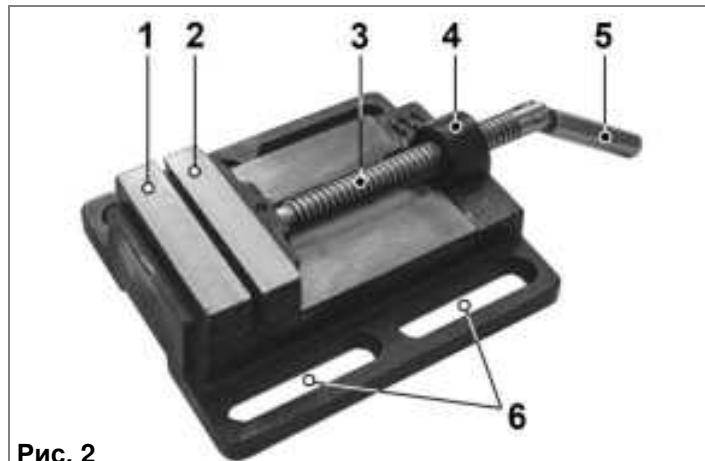

Рис. 2
4.4. При закреплении заготовки в тисках запрещается использовать удлинители рукоятки ходового винта (5), Рис. 2.
5. УСТРОЙСТВО ТИСКОВ (Рис. 2)
6. УСТАНОВКА ТИСКОВ, ЗАКРЕПЛЕНИЕ ЗАГОТОВКИ (Рис. 2)
7.3. Периодически смазывайте все сопрягаемые поверхности и резьбу ходового винта (3), Рис. 2.